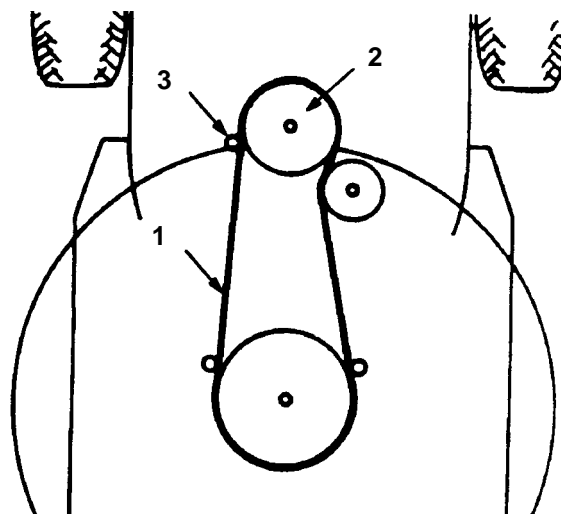

Fig. 42
10. Togliete la cinghia del tosaerba dalla puleggia inferiore del motore (Fig. 42). Se fate attenzione, potete flettere i guidacinghia sufficientemente dalla puleggia per togliere la cinghia. Se fosse troppo difficile togliere la cinghia, allentate i bulloni e i dadi che fissano i guidacinghia.
4. Montate la cinghia del tosaerba sulla puleggia inferiore del motore (Fig. 42). Se fate attenzione, potete flettere i guidacinghia della puleggia sufficientemente per montare la cinghia. Se fosse troppo difficile montare la cinghia, allentate i bulloni e i dadi che fissano i guidacinghia.